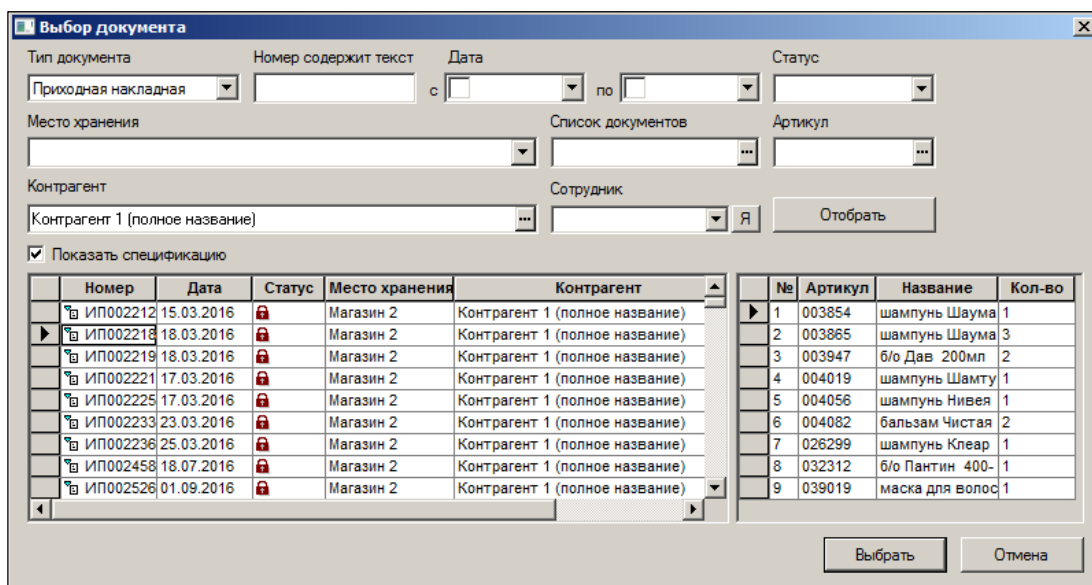

Рисунок 119 – Список артикулов по выбранному документу
- Если установить флаг в поле **Показать спецификацию**, справа от списка документов отобразится список артикулов по документу, на котором установлен курсор (Рисунок 119):